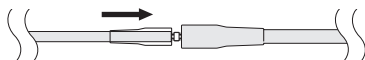

Figura 10. Scorrimento del manicotto antitensione lungo il piedino del connettore.
9. Fare scorrere il manicotto antitensione trasparente del segmento spinale verso il piedino del connettore fino a farlo scattare in posizione (Figura 10).